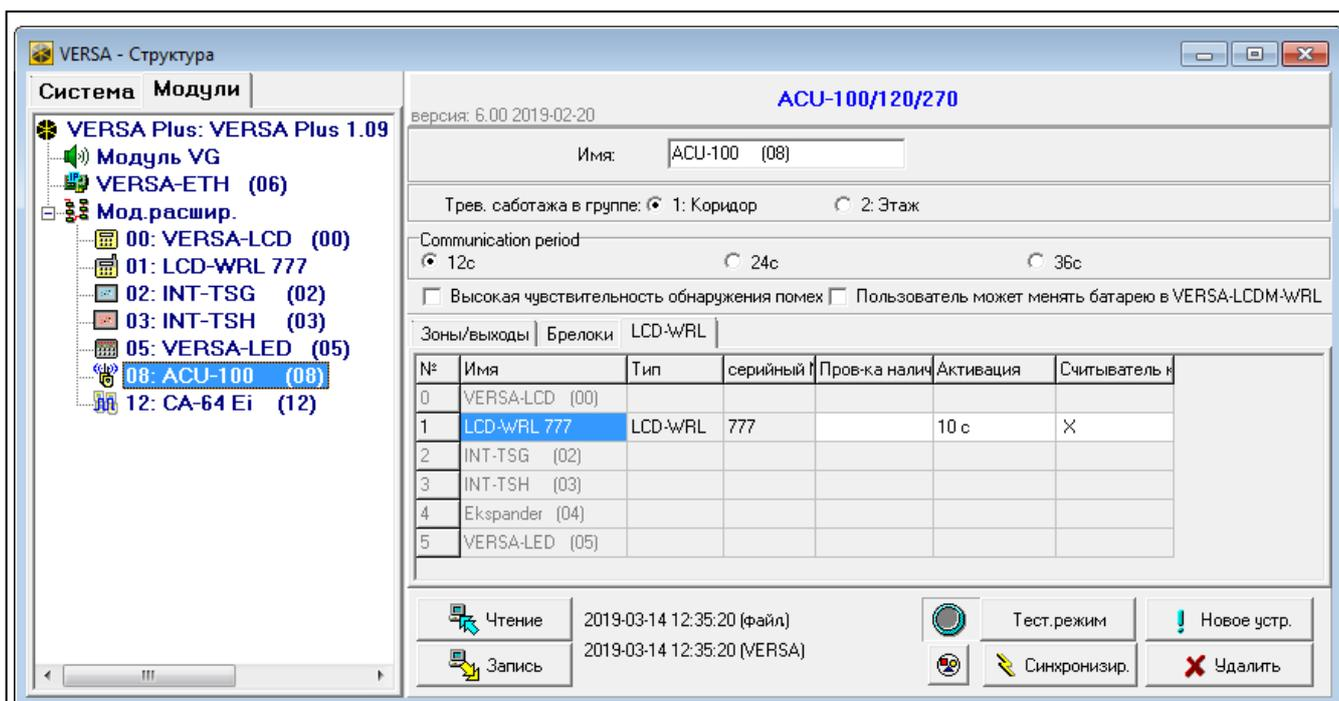

Рис. 3. Программа DLOADX: настройки клавиатуры, которые хранятся в контроллере системы ABAX 2 / ABAX.
Беспроводные клавиатуры можно добавлять в окне "Versa – Структура", в закладке "Модули", после того, как кликнуть по названию контроллера системы АВАХ 2 / АВАХ, а затем по закладке "LCD-WRL" (см.: рис. 3 с. 7).
Беспроводные клавиатуры можно добавлять в окне "Versa – Структура", в закладке "Модули", после того, как кликнуть по названию контроллера системы AVAX 2 / AVAX, а затем по закладке "LCD-WRL" (см.: рис. 3 с. 7).
- программы DloadX: →окно "Versa – Структура" →закладка "Модули" →ветка "Модули расширения" →[название контроллера системы AVAX] →закладка "LCD-WRL" (см.: рис. 3),